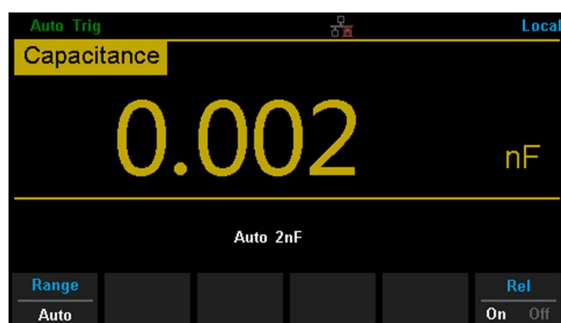

図 2-17 容量測定インターフェース
1. 前面パネルの  を押して、図 2-17 に示す静電容量測定インターフェースに入ります。